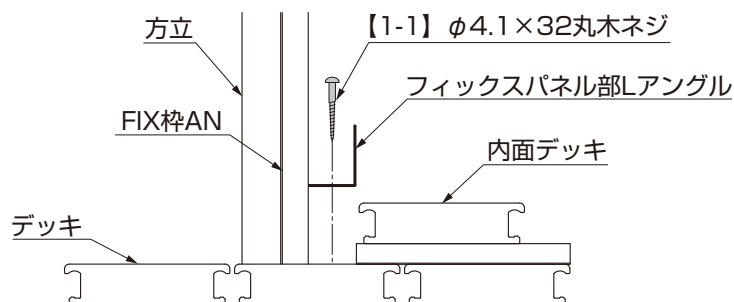
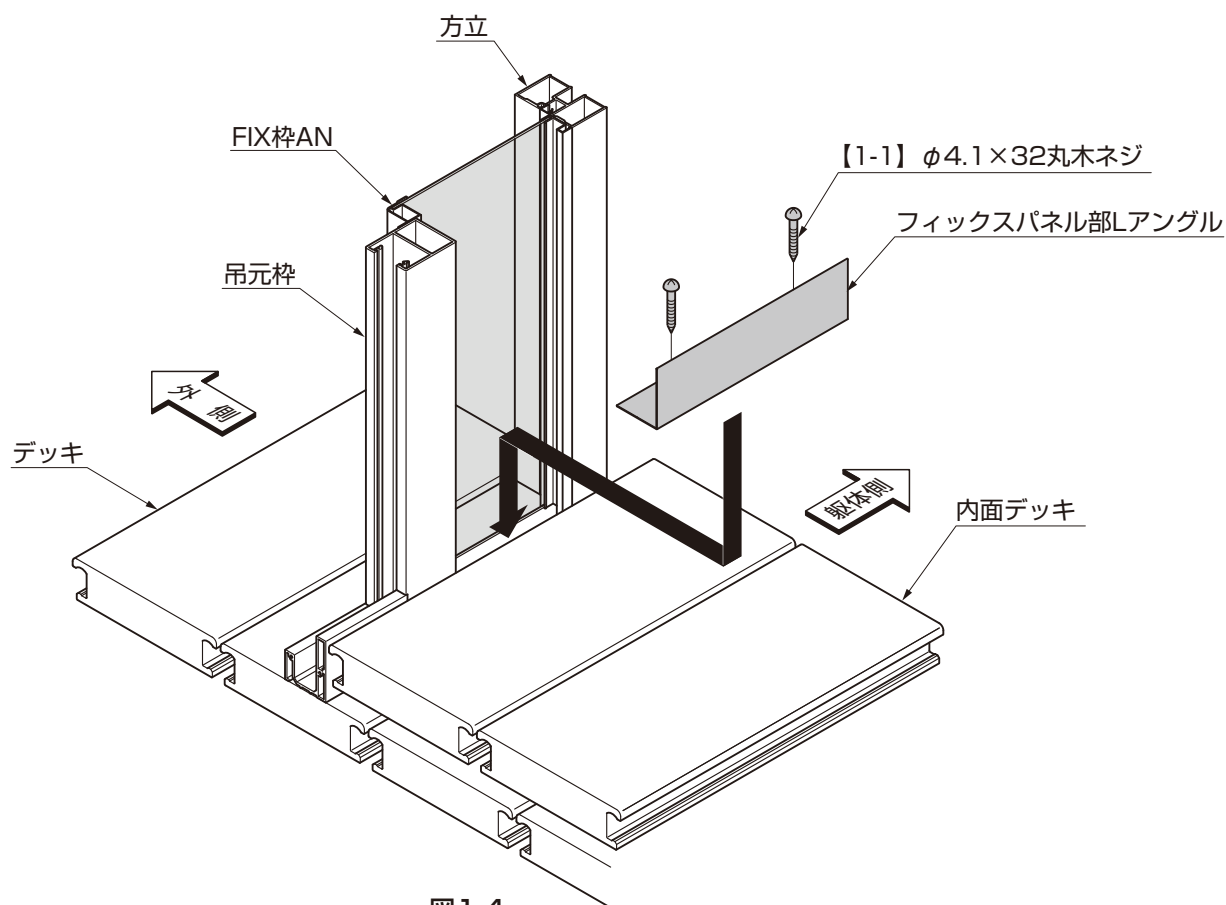

図1-3
図1-4
①フィックスパネル部Lアングルをデッキに【1-1】で取付けてください。(図1-3、図1-4参照)